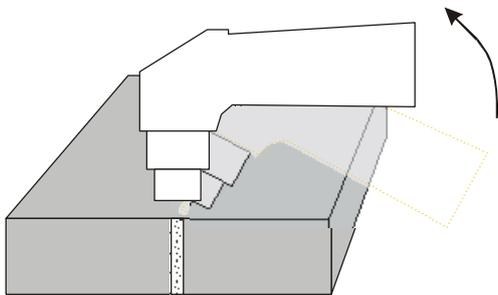

Fig. 6
4. Si c'est possible, il est recommandé de démarrer à l'arête de la matière. Au cas où l'on coupe un trou ou il est nécessaire de commencer par le centre de la matière, incliner légèrement la tête du brûleur et la redresser au fur et à mesure en position verticale en sorte que les éclaboussures de la matière n'encrassent pas la buse (voir fig. 6) Il est toujours obligatoire de respecter ce procédé de travail, si l'épaisseur de la matière coupée dépasse 3 mm.